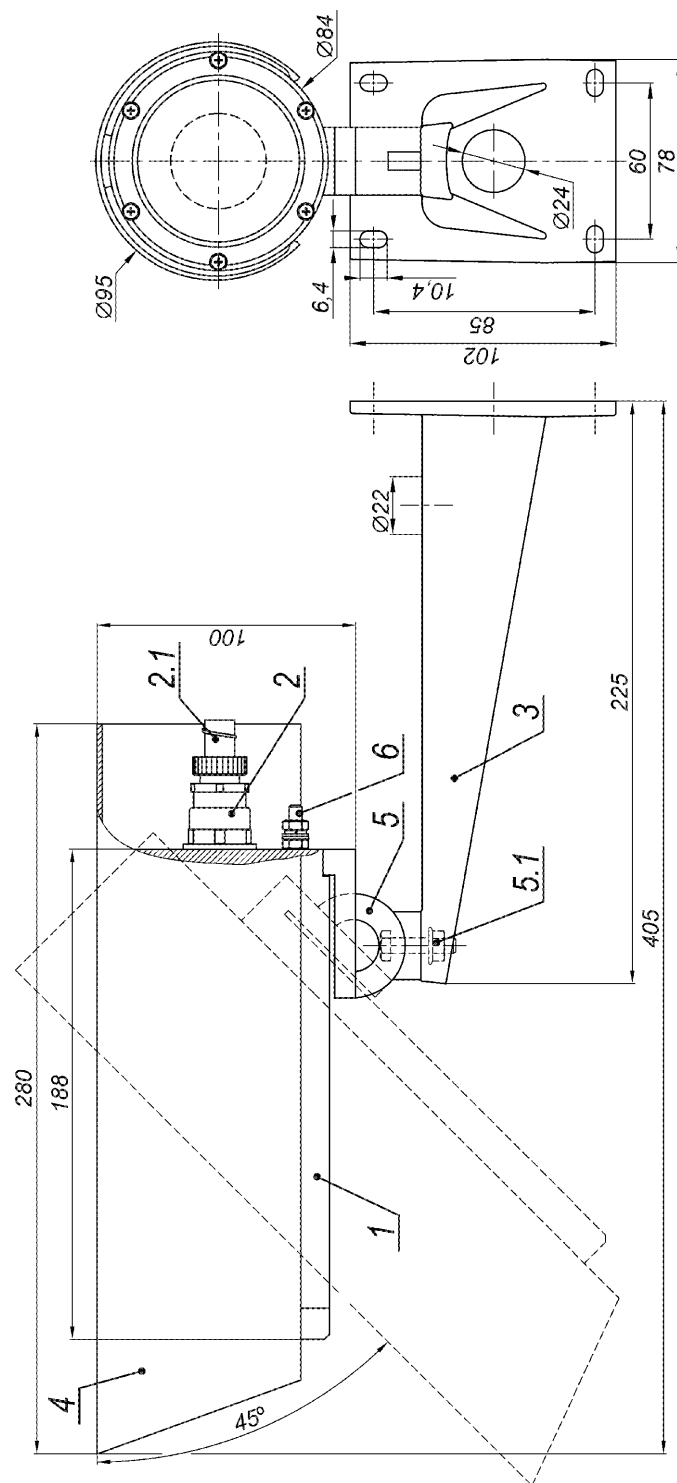

Рисунок 1 – Состав изделия. Габаритные и установочные размеры
1. Установить кронштейн (поз.3 рис.1) на штатное место и закрепить на нём термокожух с видеокамерой (поз.1 рис.1).
7. Ослабив гайку болта фиксации шарнира (поз.5.1 рис.1), установить видеокамеру на нужное направление обзора, после чего надёжно зафиксировать шарнир, затянув гайку.
8. Заземлить видеокамеру с помощью болта заземления (поз.6 рис.1).